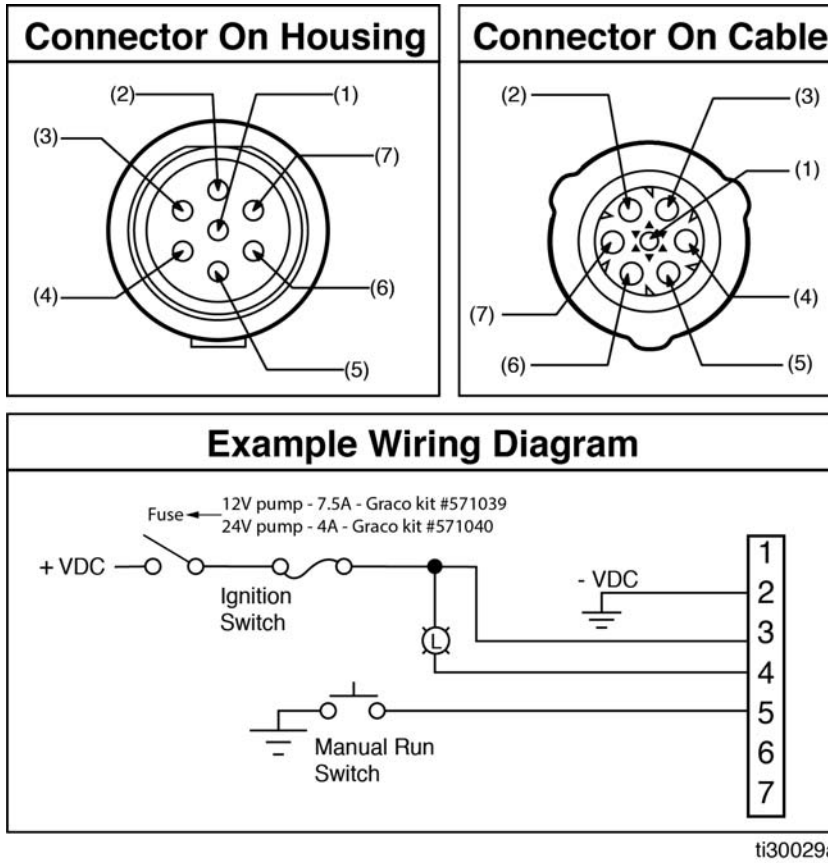

图 5
- 参阅图 5 所示插针布局了解接头中的正确位置。
插针和有关电线颜色（图 5，第 15 页）